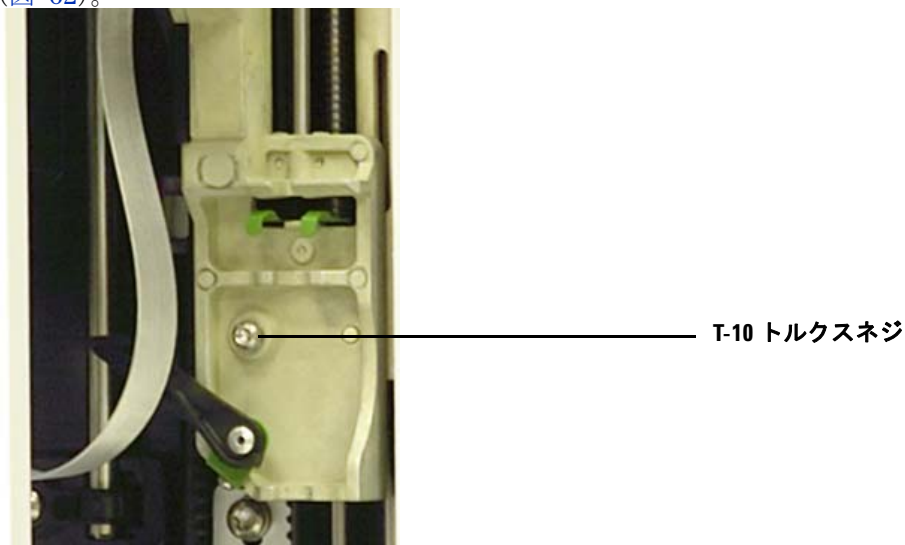

図 62 T-10 トルクスネジを取り外す
- 6 シリンジ掛け金の上の T-10 トルクスネジを完全に緩めて、取り外します (図 62)。